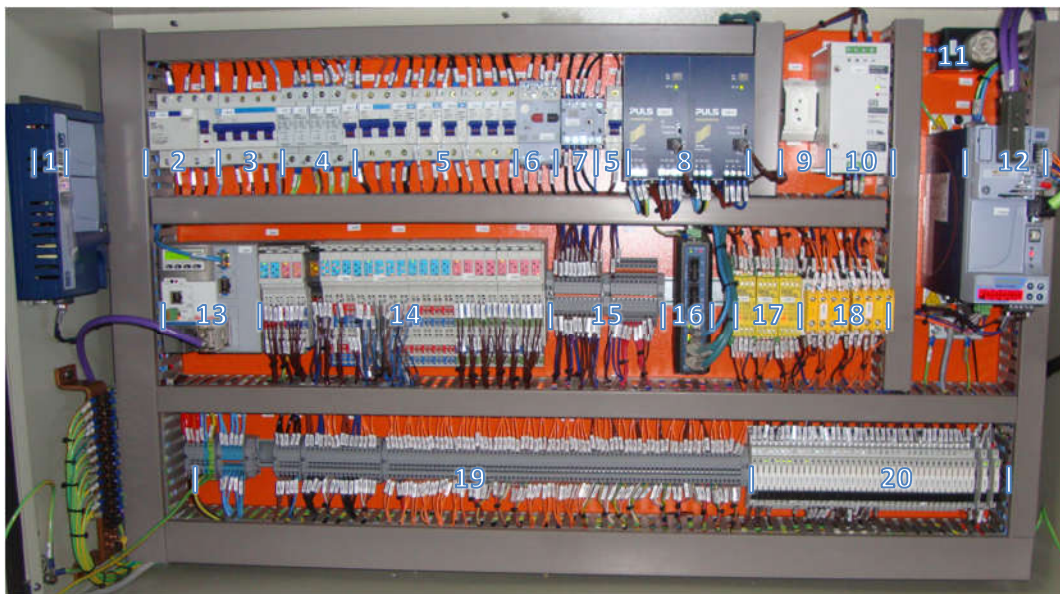

Figura 3 - Painel Principal
O painel principal acomoda todo o acionamento elétrico para o controle do processo (*Projeto Elétrico - EL 374*) através do controlador lógico programável **PLC 300**, fabricante **WEG**, que é responsável pelo comando das entradas e saídas digitais, conforme item 1, na **figura 3**.